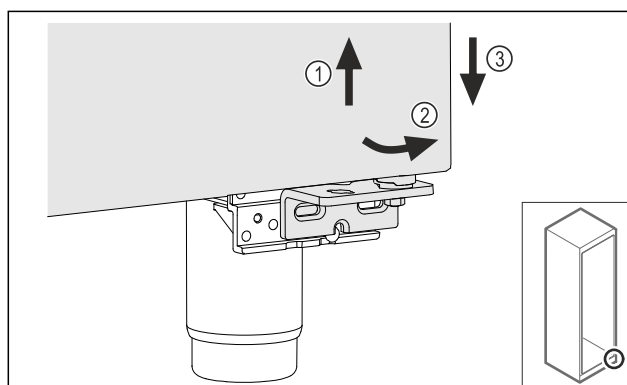

Fig. 27
- Késsé emelje meg az ajtót Fig. 27 (1), billentse előre az alját Fig. 27 (2), és eressze le Fig. 27 (3).